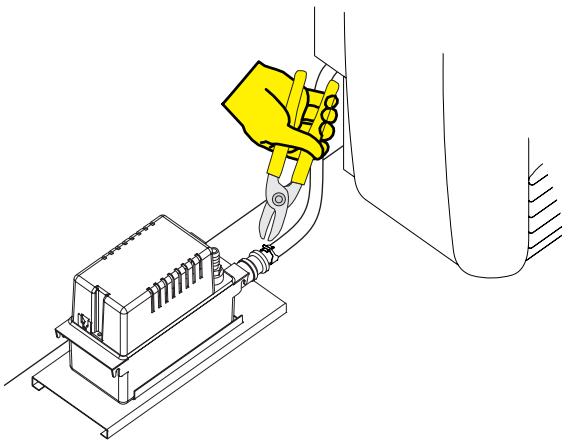

Figure 3
- Glisser le tuyau de drainage de l'appareil de chauffage mural au-dessus de la réduction cannelée dans le bas du boîtier de pompe. S'assurer de l'absence de coudes dans le tuyau de drainage et que celui-ci descend vers la pompe. Utiliser la pince pour glisser le collier de serrage vers le bas du tuyau, au-dessus du raccord. S'assurer que le collier de serrage est toujours sur le tuyau. **Voir Figure 3.**